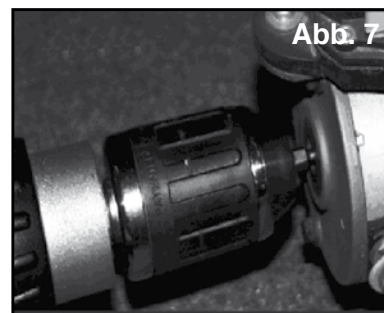

Abb. 7
- Fixer l'embout hexagonal fourni sur l'appareil (par exemple, une perceuse électrique sans fil) et utiliser celui-ci sur le raccord dissimulé par l'autocollant de protection (voir figure 7).